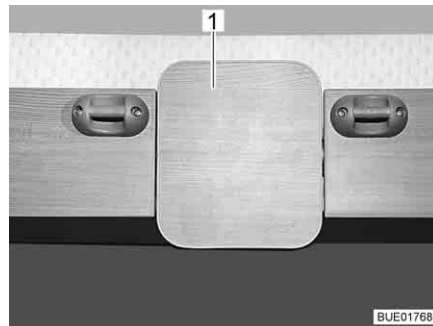
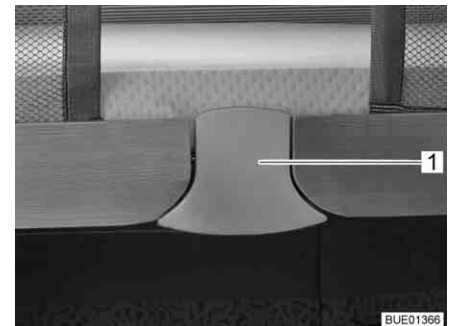

Bild 86 Frigöring (Premio Plus)
Bild 87 Frigöring (Averso Plus)
- Dra låsanordningen (Bild 86,1 resp. Bild 87,1) nedåt. Låset är upplåst.